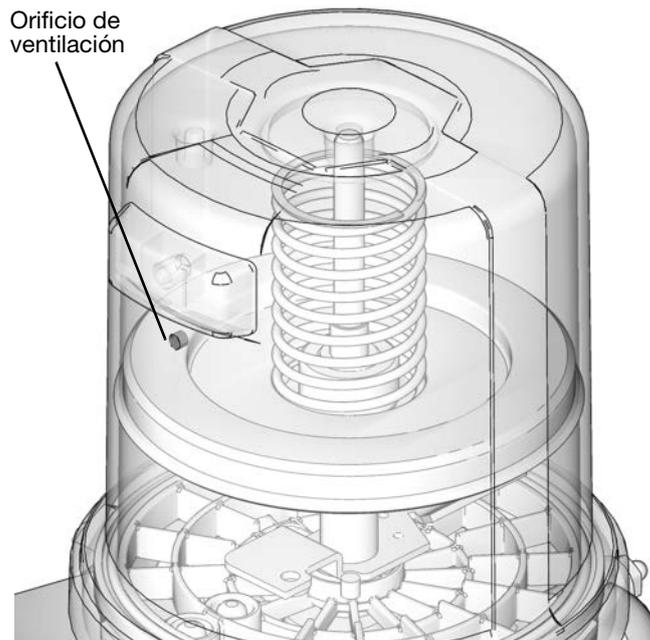

FIG. 15
**NOTA:** El orificio respiradero, situado en la parte trasera del depósito, no debería utilizarse como puerto/indicador de llenado excesivo (FIG. 15).